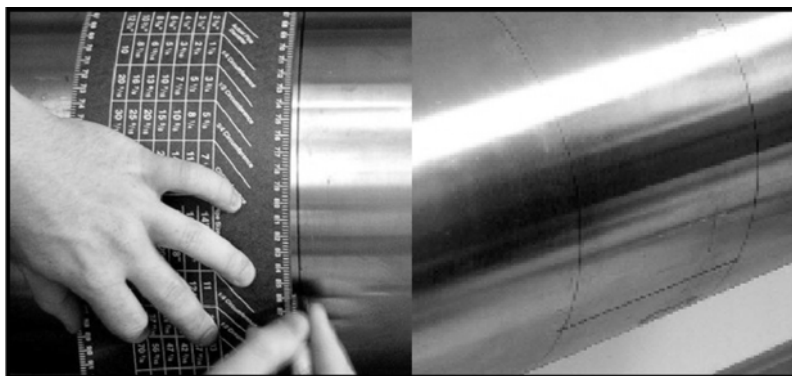

図 31:9° のクロック位置のマーキング
- 配管の反対側(互いに180°離れている)で一致する点を見つけるには、測定した円周を2で割り、この距離を円周に沿って0点からの距離で測定します。下の図31を参照してください。レイアウトラップで作成した円周ラインの両側にマークを配置し、マークを接続します。